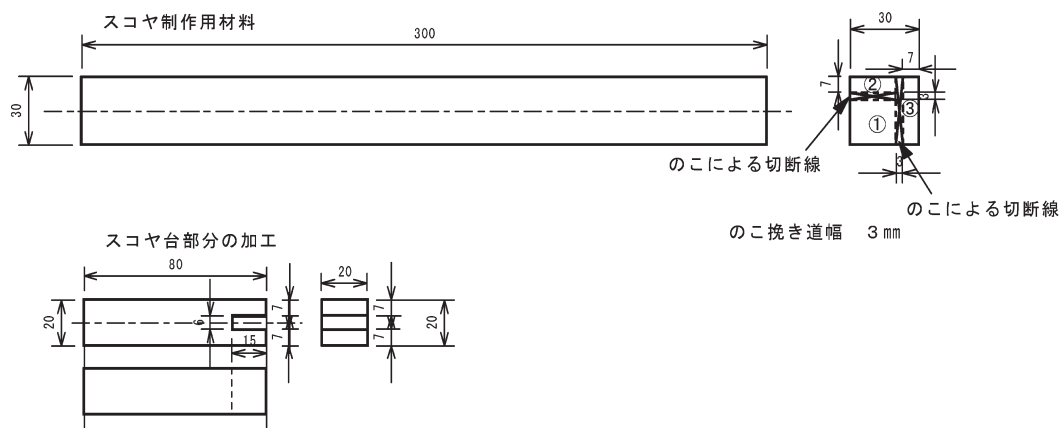
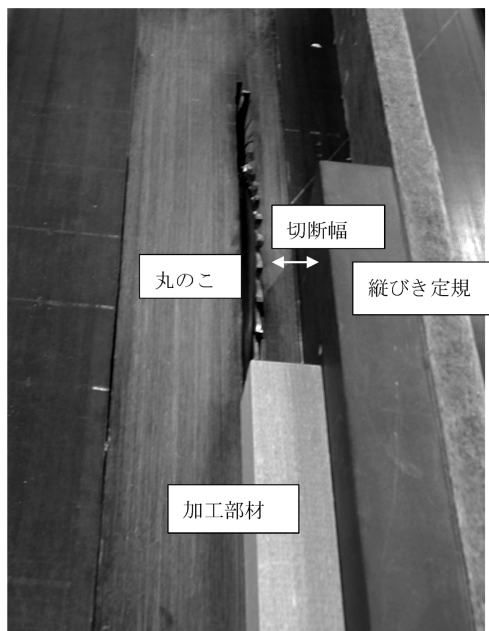

図4 部材加工
図5 部材の縦引き
20mm角の台部分は、図4に破線で示した①②の切断線に従って、丸のこ盤と縦引き定規を使って切断する。ここで作業実習上重要な技術は、縦引き定規は丸鋸の中央までの長さのもの(図5)を使う点にある。のこにより切断された材料は、回転すること定規の間に挟まれると、のこ身と定規面との摩擦により、のこ回転方向に押し出され、作業者に向かって飛び出してくるのでこれを避けるためである。